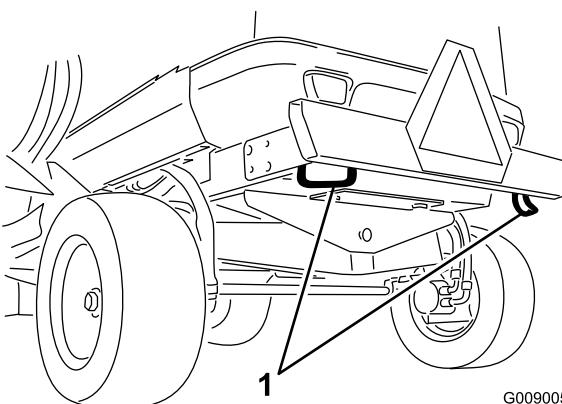

Figure 41
- 1. Point d'attache avant (2)
- Pare-chocs arrière (2 emplacements) (Figure 41).